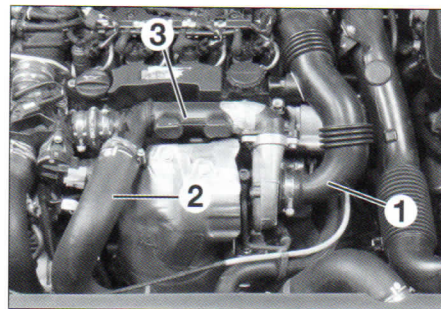
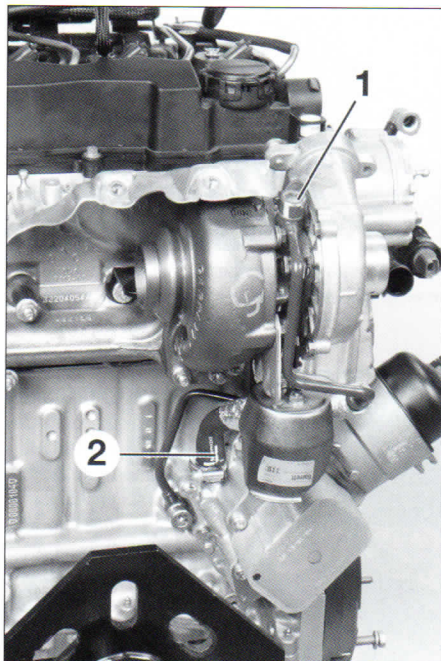
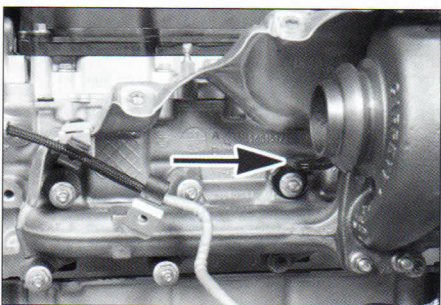

FIG.32
FIG.33
FIG.34
- el conducto de aire de la caja de filtro de aire y de la tapa de culata al turbocompresor (1) (fig. 32).
- el conducto de aire (2).
- la caja de absorción de resonancia del turbocompresor (3).
- el racor de alimentación de aceite del turbocompresor (1) (fig. 33).
- el racor de sobrante de aceite del turbocompresor (2).
- la pata de refuerzo (fig. 34).